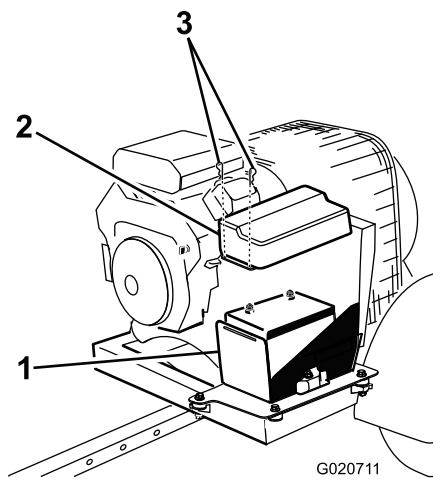

Bild 38
1. Entfernen Sie die Clips, mit denen die Batterieabdeckung am Batteriekasten befestigt ist, und nehmen sie vom Kasten ab (Bild 38).